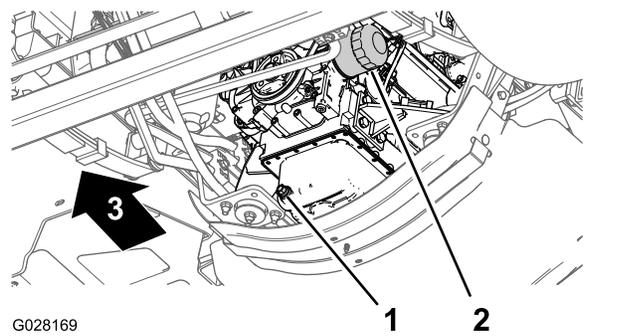

Рисунок 70
3. Поместите сливной поддон под масляный фильтр двигателя (Рисунок 70).
4. Снимите старый масляный фильтр (Рисунок 70).
8. Установите масляный фильтр на переходник фильтра и поворачивайте его по часовой стрелке, пока резиновая прокладка не войдет в контакт с переходником фильтра, после чего затяните фильтр, повернув его еще на 1/2 оборота (Рисунок 70).
1. Подставьте под пробку сливного отверстия сливной поддон (Рисунок 70).
2. Снимите сливную пробку и дайте маслу полностью стечь (Рисунок 70).